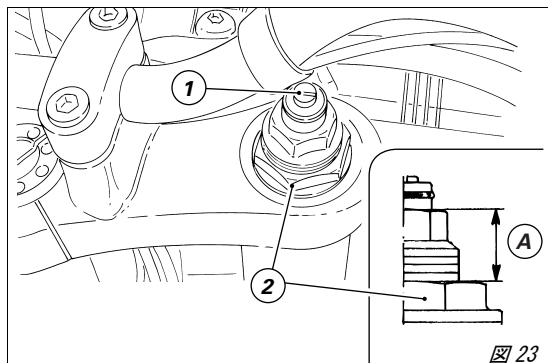

図 23
- 1) (図 23) 油圧ブレーキのリバウンドダンピング調整
- 2) (図 23) スプリングプリロード調整
スプリングプリロード (A, 図 23) : 18 mm
スプリングプリロード (A, 図 23) : 10 ~ 25 mm